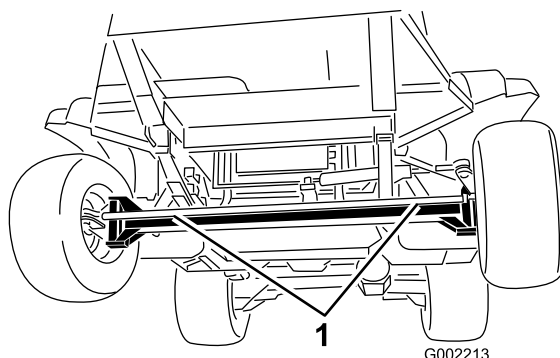
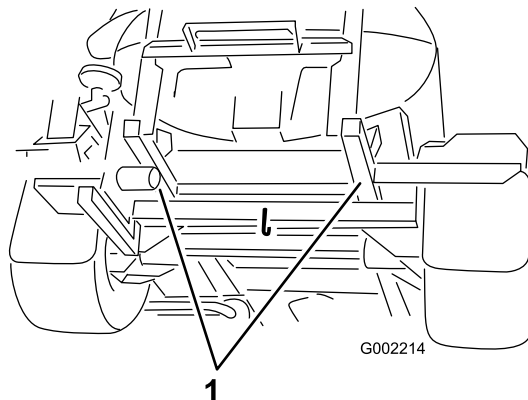

Bild 53
Bild 54
4. Bringen Sie eine Schleppleine am Rahmen an, siehe Abschleppstellen vorne und hinten (Bild 53 und Bild 54).